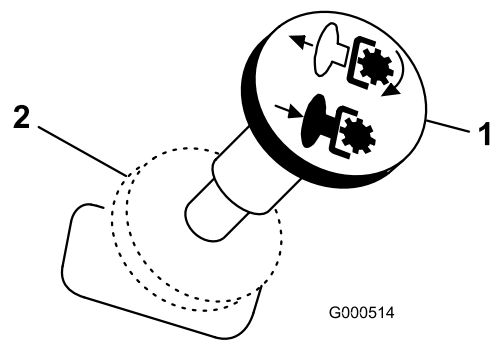

Figura 13
Para desengranarla, empuje el mando de la toma de fuerza (PTO) a la posición **Desengranada** (Figura 13).
4. Tire del mando de la toma de fuerza (PTO) para engranarla (Figura 13).